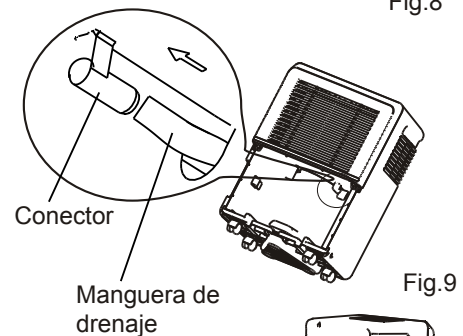

Fig.9
- Quite la cubierta de plástico de la salida de drenaje posterior de la unidad y deje de lado y retire la cubeta, a continuación, inserte la manguera de drenaje a través de la salida de drenaje de la unidad y presione firmemente la manguera en el conector en la parte frontal de la unidad. (Véase la Fig. 9)